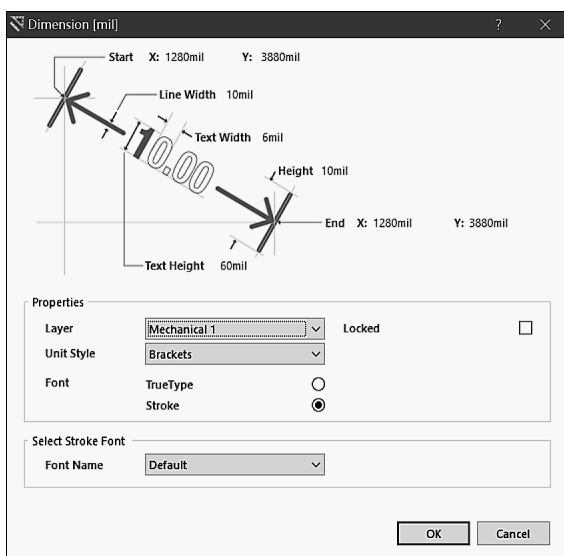

图 8-1-22 Dimension 对话框
(1) 单击 Utilities 工具栏中的尺寸工具按钮，在弹出的工具栏中单击标准标注按钮，或执行菜单命令 Place→Dimension→Dimension。
(2) 按【Tab】键，打开如图 8-1-22 所示的 Dimension 对话框。